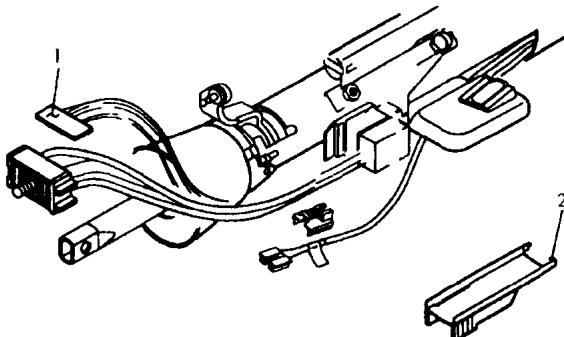

图 1-8 转向灯开关的拆卸
17) 从分隔接线器上将转向灯开关线路接插件拔掉, 将线束拉出, 然后卸下转向灯开关总成(见图 1-8)。